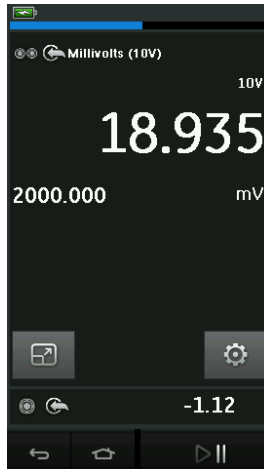

Figura 2-18: Finestra di calibrazione - Vista allargata
- La Figura 2-18 visualizza una vista allargata del canale selezionato e riduce al minimo i canali restanti.